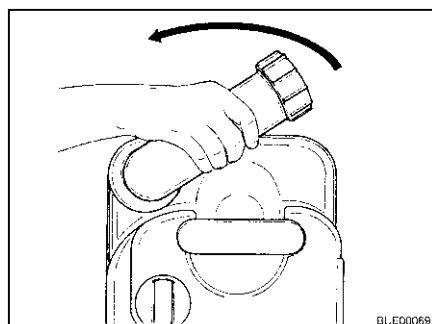

Fig. 160 Ruotare il bocchettone di scarico
- Ruotare il bocchettone di scarico verso l'alto (Fig. 160).